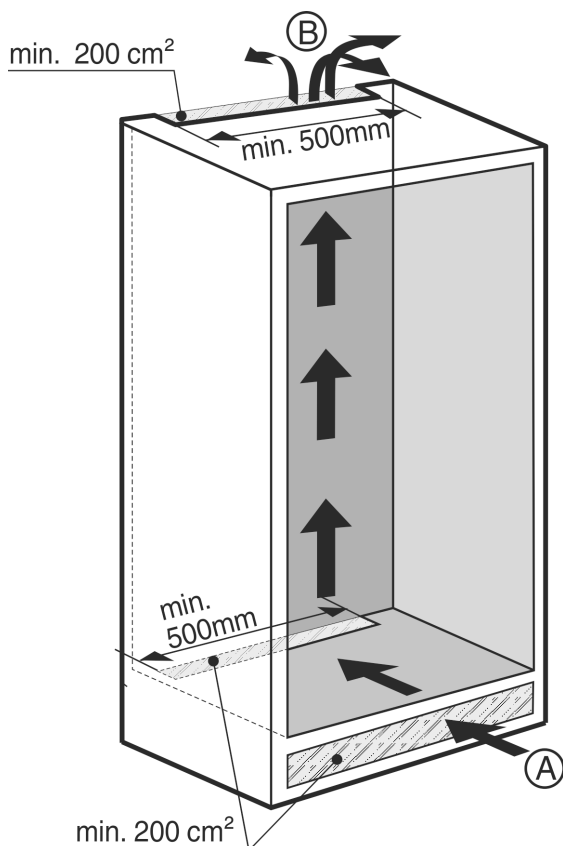

Fig. 3
- Er moet een effectieve ventilatieruimte van ten minste 200 cm2 per apparaat luchtinlaat Fig. 3 (A) en luchtuitlaat Fig. 3 (B) aanwezig zijn.